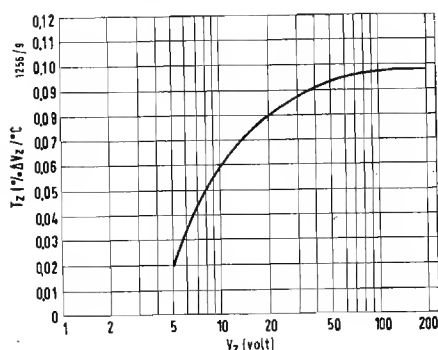

Fig. 6 - Coefficiente di temperatura della tensione Zener in funzione della tensione Zener stessa.
- Nel campo delle tensioni riportate in fig. 4, il coefficiente di temperatura della tensione Zener ( $\Delta V_z / ^\circ C$  in %) è positivo, (fig. 6) e quindi le variazioni della tensione Zener dovute sia alla resistenza interna del diodo sia al suo riscaldamento si sommano. La variazione della tensione di uscita dovuta alla resistenza interna del diodo è data semplicemente dal prodotto di tale resistenza interna per la variazione della corrente Zener: